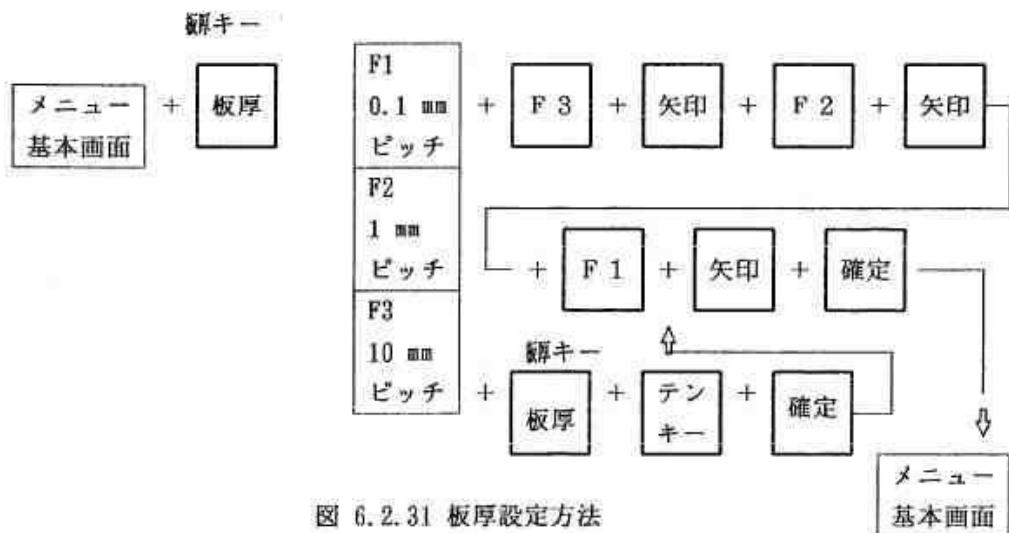

図 6.2.31 板厚設定方法
- ① 機能キー【板厚】を1回押します。メニューエリアに図 6.2.31 に示したように選択メニューを表示させます。
- ② 矢印キーで、板厚値を入力する場合は、図 6.2.31 のように、先ず選択キー【F3】で10 mm ピッチを選択し、矢印キーで所定の数値を入力し、次に選択キー【F2】で1 mm ピッチを選択し、矢印キーで所定の数値を入力し、最後に、選択キー【F1】で0.1 mm ピッチを選択し所定の数値を入力して下さい。